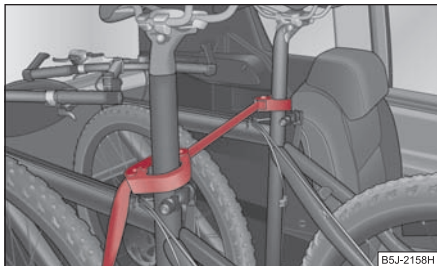

Fig. 93 Asigurarea bicicletei cu coliere
- Așezați colierul cu partea din cauciuc în față (direcția de mers) cât mai jos posibil la tija șei și închideți colierul ⇒ fig. 93.
- În cazul transportării a două biciclete, prindeți centura ⇒ fig. 93 între tijele șeilor.